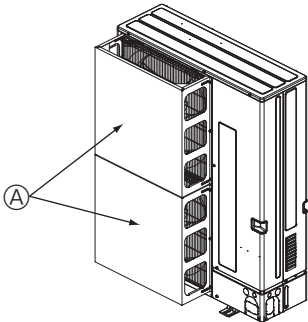

Fig. 2-3
- 2 Si la unidad está situada en un lugar expuesto a vientos fuertes como huracanes que puedan entrar en la salida de aire, coloque un deflector de viento opcional. (Fig. 2-3)